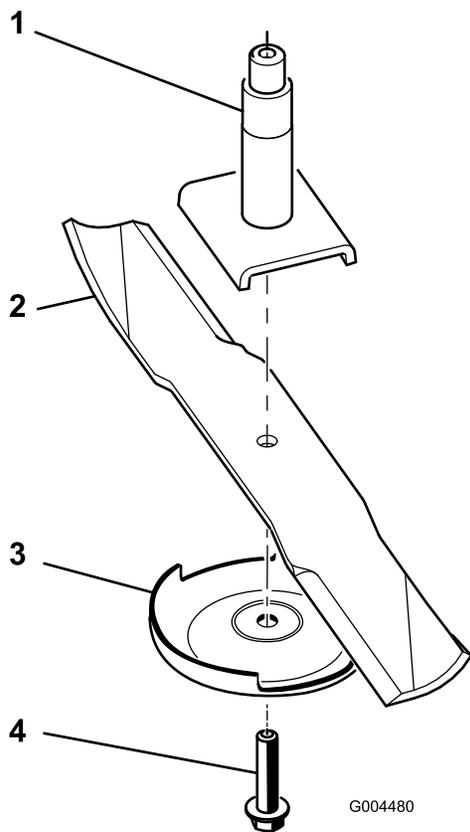

Рисунок 77
Примечание: Если нож остается в горизонтальном положении, значит нож сбалансирован и его можно использовать. Если нож не сбалансирован, удалите некоторое количество металла только с конца области крыла (Рисунок 77). Повторяйте эту процедуру до тех пор, пока нож не будет сбалансирован.
1. Установите нож на шпindel (Рисунок 77).
2. Установите защитную пластину и болт ножа (Рисунок 77).